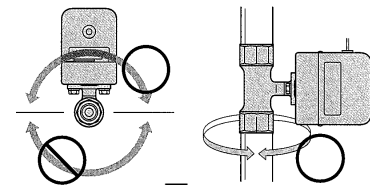

図 11
- アクチュエータ内部に水が浸入する可能性のある、下向きのバルブ取付けは行わないでください。配管可能な取付け姿勢は図 11 の通り、アクチュエータが上向きから横向きまでです。